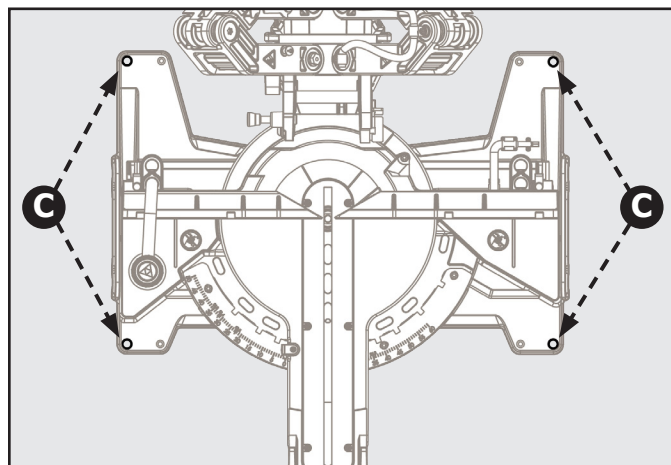

Figure 6
**⚠ AVERTISSEMENT :** Pour assurer un fonctionnement sûr et précis, cette scie doit être montée sur une surface stable et plane comme un établi. Pour monter l'outil sur une surface stable, consultez la figure 6 et procédez comme suit :